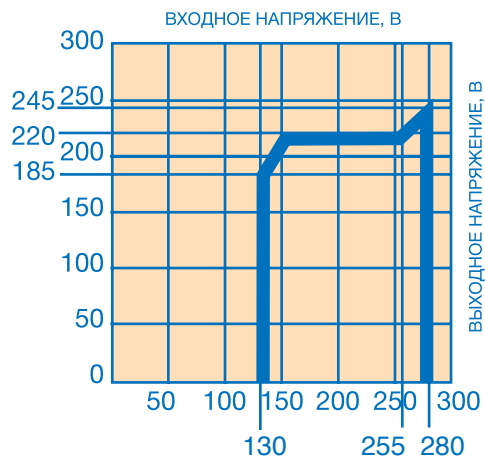

Рис. 1. Зависимость выходного напряжения от входного.
1) *Номинальное выходное фазное напряжение, В (Рис. 1)	220В±3%
6) Диапазон входного фазного напряжения (см. зависимость на Рис. 1), В
3.2. Диапазон входного напряжения определяется с учетом зависимости выходного напряжения от входного (Рис. 1) в соответствии с требованиями пользователя к величине выходного напряжения.
5.5.1. Перевести выключатель поз. 1 или автоматический выключатель поз. 4 во включенное положение (рис. 1). Индикатор «СЕТЬ» поз. 7 (рис. 1) включается. После автоматической установки нормального выходного напряжения (контролируется вольтметром поз. 10) автоматическое включение напряжения выходной цепи нагрузки произойдет сразу после установки номинальной величины выходного напряжения 220В в течение времени не более 10 секунд.
5.5.2. При появлении на входе стабилизатора аномального повышенного или пониженного напряжения включаются индикаторы $U_{вх.} \geq 250В$ или $U_{вх.} \leq 150В$ соответственно. При значениях входного напряжения $U_{вх.} \geq 280В$ или $U_{вх.} \leq 130В$ происходит автоматическое отключение потребителей, так как выходное напряжение существенно отличается от номинальной величины (см. рис. 1), что может быть опасным для электрических потребителей.